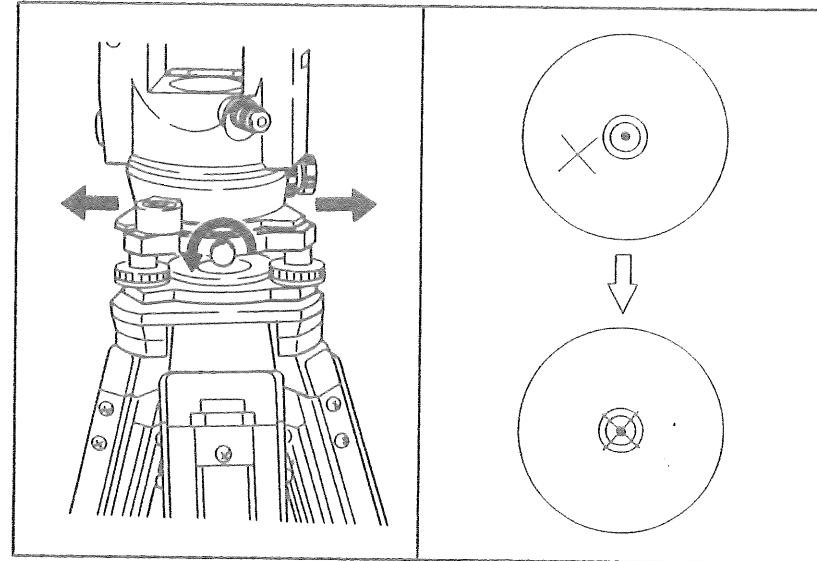

図13
- ④平盤気泡管により、本機を整準します。機械の鉛直軸を鉛直にすることを整準といいます。平盤気泡管を用いて、IV.項(p. 16)に示す要領で行います。
- ⑤測点が○印の中心に入っているかどうかを確認します。
⑥微小量のズレはセンタリング装置のクランプを緩め、装置を摺動して測点を○印の中心に入れます。(図13)